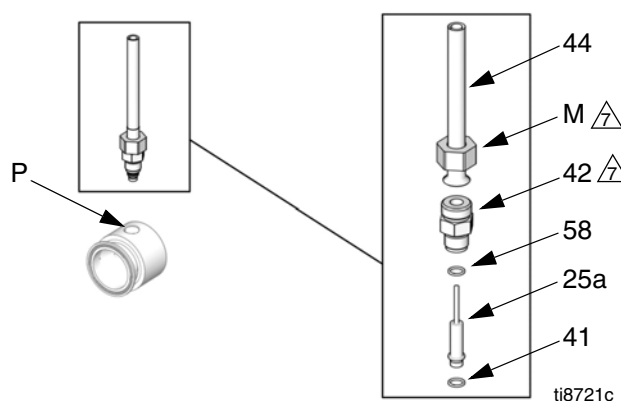

ABB. 12. Drucksensor
11. Siehe ABB. 12. Die Mutter (M) am Sensorrohr (44) lösen und den Adapter (42) vom Messfühleranschluss (P) abschrauben. Den Messfühler (25a) vom Anschluss entfernen.
13. Siehe ABB. 12. Einen neuen schwarzen O-Ring (41) und das neue Messingdistanzstück (58) am Messfühler (25a) anbringen.
16. Siehe ABB. 12. Den Messfühler in den Messfühleranschluss (P) einsetzen. Zunächst den Adapter (42) und anschließend die Mutter (M) mit einem Anzugsmoment von 21-27 N•m (15-20 ft-lb) anziehen.